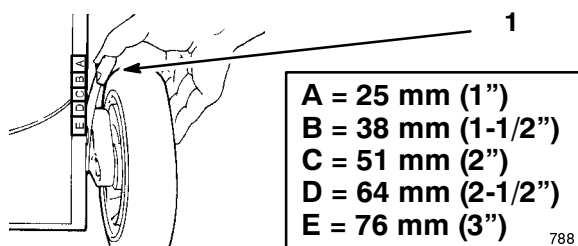

Figure 9
1. Pour modifier la hauteur de coupe, tirer le levier de réglage vers la roue et le placer dans la position souhaitée (Fig. 9).